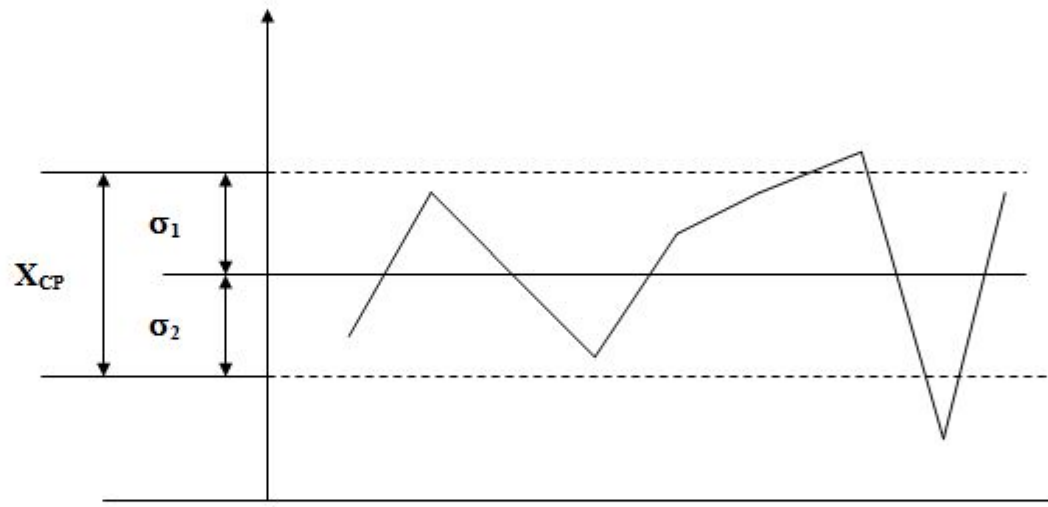

Рис. 7. Контрольная карта.
- Контрольная карта представляет собой рассмотренный выше временной ряд со статистически определенными верхней и нижней границами, нанесенными по обе стороны от средней линии процесса. Они называются «верхний контрольный предел» и «нижний контрольный предел». Пример контрольной карты изображен на рис. 7.